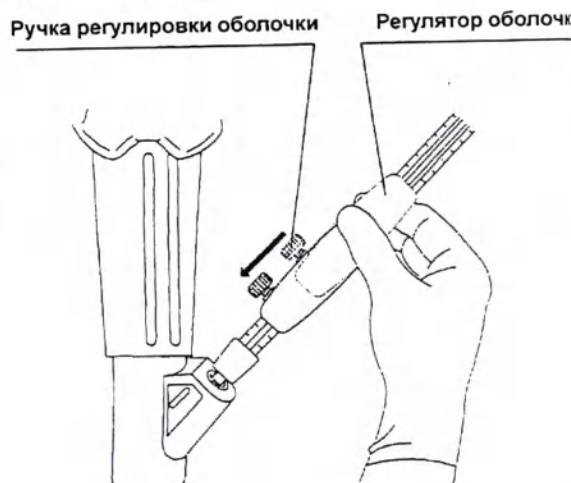

Рис. 10
8. Ослабьте ручку регулировки оболочки, повернув ее против часовой стрелки, затем медленно вводите оболочку до тех пор, пока небольшая дистальная часть оболочки не появится из дистального конца эндоскопа на ультразвуковом изображении и/или на эндоскопическом изображении (см. Рис. 10 и 11).